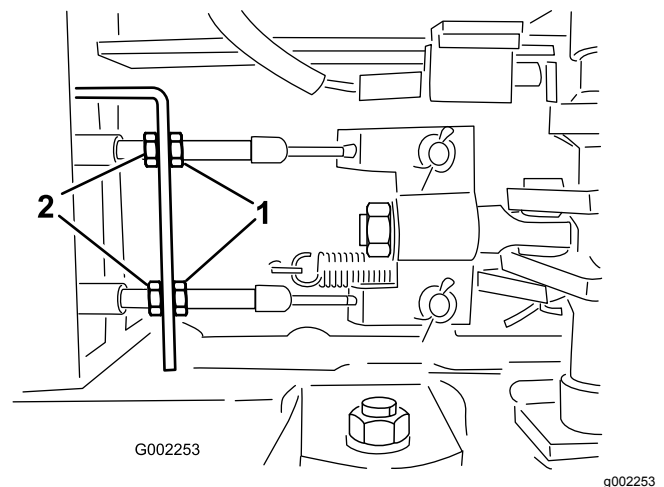

図 68
5. ブレーキケーブルの車両前端側にある前ナットをゆるめる (図 68)。
6. 後ナットを均等に締めて、ブレーキペダルの遊びを 10-20 mm に調整する 図 68。